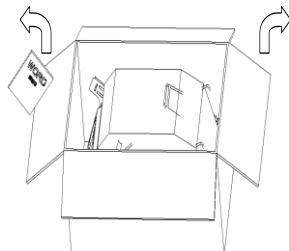

FIG. 3
**Scoateti masina de tuns gazon din cutie (vedeti FIG. 3)**